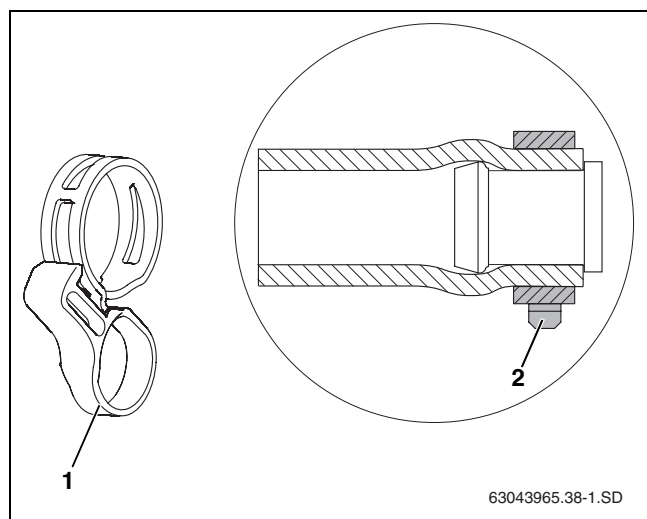

Рис. 28 Пружинный хомут с фиксирующим кольцом, установленный на заглушку
- Правильное положение пружинного хомута нужно обеспечить непосредственно перед затяжкой фиксирующего кольца (рис. 28, [1] и [2]). Последующее ослабление плоскогубцами может повлиять на зажимное усилие.